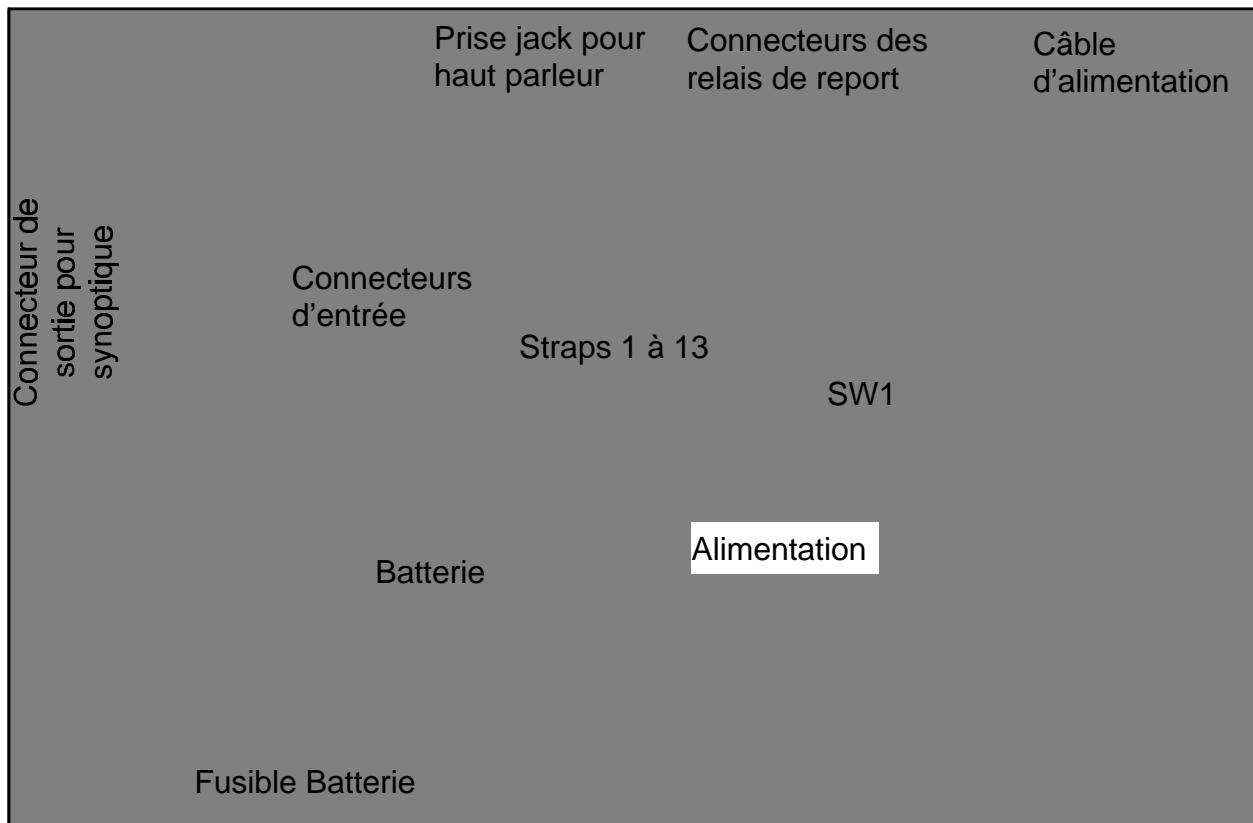

Figure 5
En plus des contrôles accessibles, il y a aussi des interrupteurs et straps qui permettent d'adapter le mode de fonctionnement de l'annonceur avec le reste de l'installation. Cf. Figure 5.
3. Le connecteur débrochable pour la zone 1 se situe sur la droite de la carte électronique principale, débrochez le. Cf. figure 5.
Chaque relais de report peut fonctionner en mode normalement fermé (NF) ou normalement ouvert (NO). Cf. figure 5.